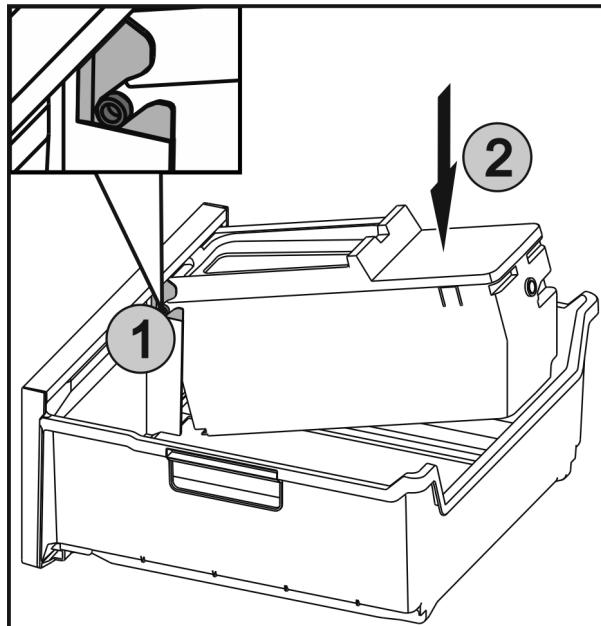

Fig. 43
- ▶ Umetnите osovine Fig. 43 (1) na EasyTwist-Ice-u u vodilice i prisnite stražnju stranu Fig. 43 (2) dok se spojica ne uglavi.